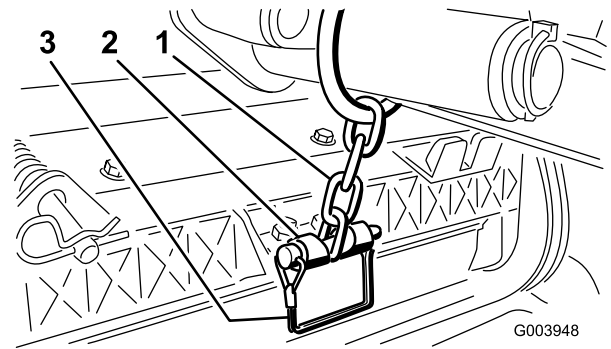

Bild 10
12. Befestigen Sie die Hubarmkette mit dem Einraststift an der Kettenhalterung (Bild 10). Verwenden Sie die Anzahl der Kettenglieder, die in der *Bedienungsanleitung* des Mähwerks beschrieben ist.